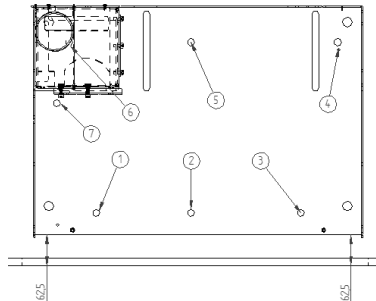

Figure 8 – fixation de la base de l'appareil
- Comme on peut le voir sur la Figure 8 – , des cadres de finition s'ajoutent pour couvrir des emplacements plus larges, ce qui donne une plus grande polyvalence à l'insert. Il y a deux largeurs différentes, 44 mm et 74 mm (voir point 7.77 Installation du cadre).
- Comme on peut le voir sur la figure 8, on doit laisser un écart de 62,5mm entre la base et la face avant (en étant parfaitement parallèle).